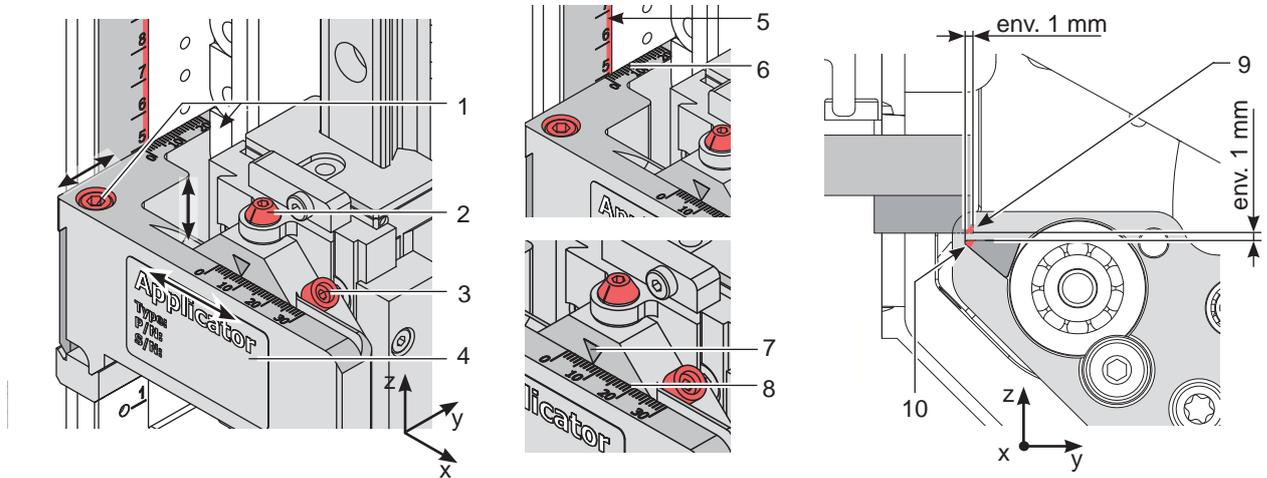

Figure 15 Déplacement du système de pose
1. Desserrer les vis (1).
2. Déplacer le système de pose (4) comprenant la semelle et le support latéral sur le rail afin que la semelle (9) chevauche l'arête de pré-découlement (10) comme représenté sur la figure 15 (schéma de droite). Orientation : graduations (6) et marque de repérage (5)
3. Resserrer les vis (1).
1. Desserrer la vis (3).
2. En tournant la vis de réglage (2), déplacer le système de pose vers le haut ou le bas. Tourner jusqu'à ce que la distance entre la semelle (9) et l'arête de pré-découlement de l'imprimante (10) soit d'1 mm (figure 15 - schéma de droite).
3. Resserrer la vis (3).